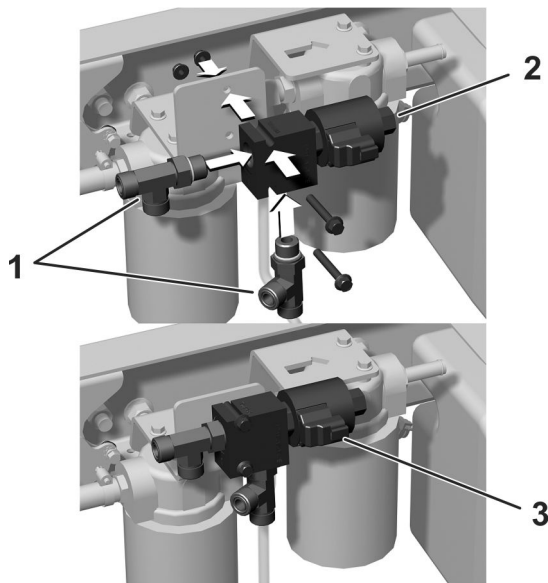

Рисунок 12
1. Установите 2 тройника на клапан, не затягивая их (Рисунок 12).
2. Закрепите клапан на кронштейне рамы при помощи двух винтов с фланцевыми головками ($\frac{1}{4}$ x $1\frac{1}{8}$ дюйма), как показано на Рисунок 12.
3. Подсоедините электрический разъем к соединителю на клапане (Рисунок 12).